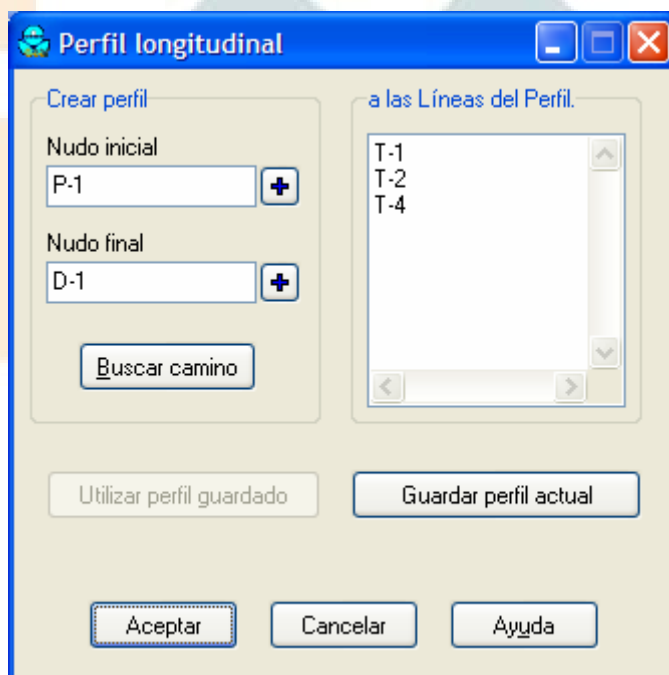

Figura 2.16. Ventana de diálogo para los Gráficos de Perfil Longitudinal.
2. En la ventana de diálogo de los Gráficos de Perfiles introducir **P-1** en el campo **Nudo Inicial**, tal como muestra la Figura 2.16. También puede realizarse el mismo procedimiento seleccionando el nudo directamente en el mapa o a través del Visor de Datos y posteriormente presionando el botón junto al campo que se desea rellenar.